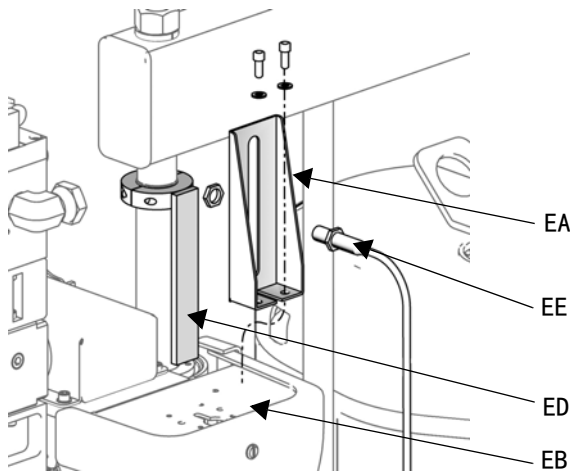

图 9：D200 和 D200S 供给系统
3. 为测量料桶液位低或料桶空料，将传感器 (EE) 固定到传感器支架 (EA) 上。
4. 对于 D60、D200 和 D200s 供给系统：将致动器 (ED) 固定在靠近顶部位置的立柱活塞杆上，在料桶液位低或料桶空料时的正确液位处，让其从传感器 (EE) 前面通过。参见图 9。